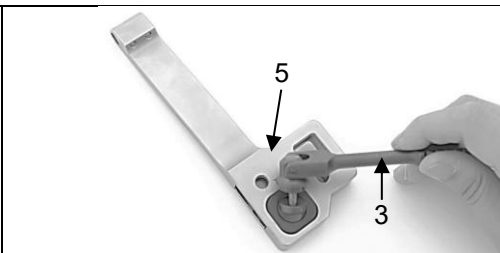

Fig. 15
En primer lugar, introduzca la palanca de accionamiento (3) en la ranura prevista a tal efecto en la caja (5) (fig. 15).